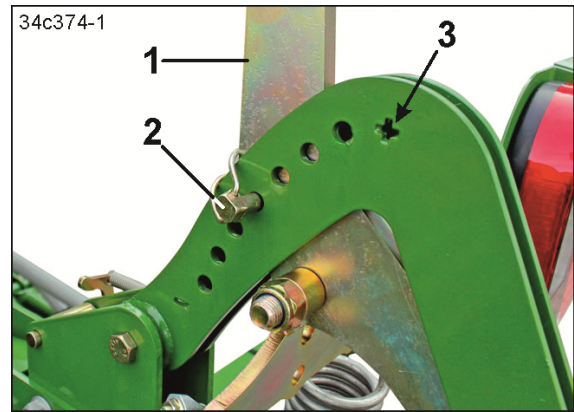

Fig. 199
4. Lås håndtagets stilling (Fig. 199/1) med en rørringsplit (Fig. 199/2).
Tallerkentrykket er størst, når rørringsplitten (Fig. 199/2) er sat i boringen ved siden af plustegnet (Fig. 199/3).